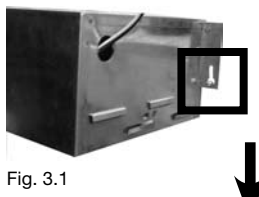

Fig. 3.1
3. Vissez d'abord les vis du bas (fig 3.1 et 3.2).